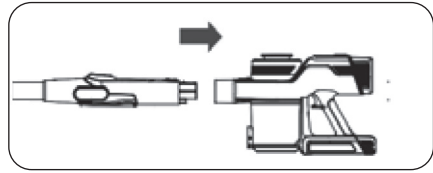

Abbildung 2
- Um das Aluminiumrohr zu entfernen, halten Sie das Hauptgerät mit einer Hand fest und ziehen Sie das Rohr mit der anderen Hand bei Drücken des Knopfes heraus. (Abbildung 2)